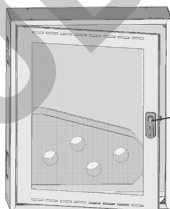

Рисунок 9
- 6) Необходимо образно зафиксировать ручку в двери зафиксировав её двумя саморезами 4,2x13 мм в соответствующий паз в двери. (рисунок 9, 9а, 9б)
Рисунок 9 а
Рисунок 9 б